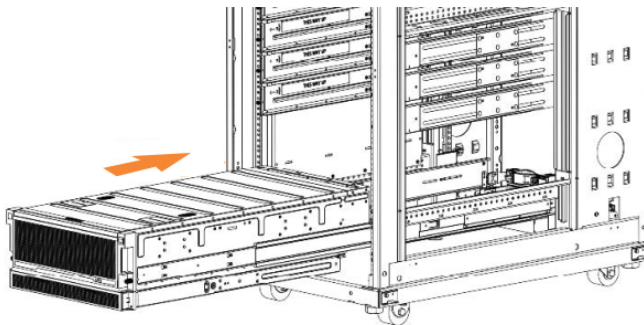

Abbildung 60. Gehäuse in Rack installieren (Beispiel)
- Installieren Sie das Erweiterungsgehäuse immer in der niedrigsten Position im Rack. Abbildung 60 auf Seite 59 zeigt ein Beispiel.